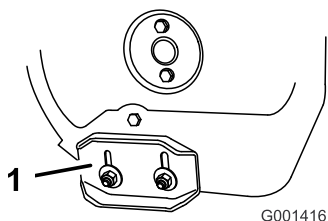

Рисунок 45
3. Ослабьте затяжку гаек, крепящих оба полоза к боковинам шнека, так, чтобы шнек мог легко перемещаться вверх и вниз (Рисунок 45).